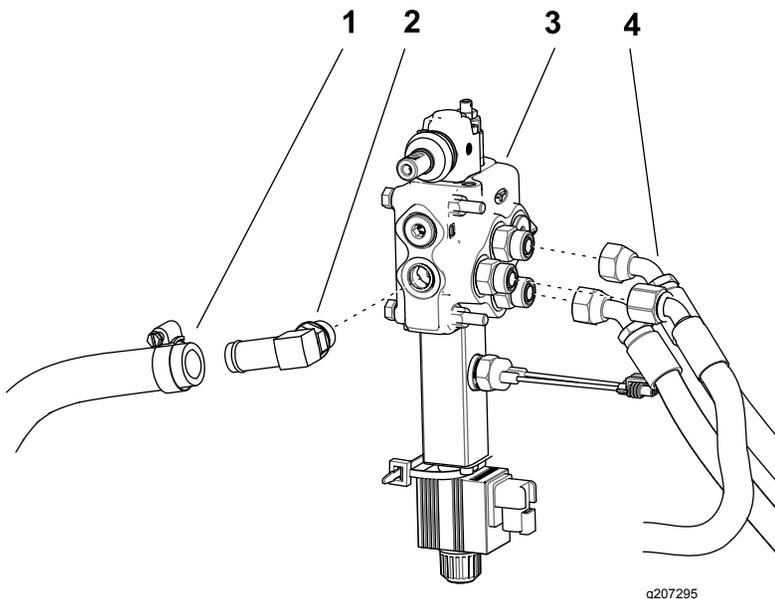

Bild 16
5. Befestigen Sie den Krümmer im Anschluss an der Rückseite des Hilfsventils (Bild 16).
7. Nehmen Sie den Stöpsel vom Rücklaufschlauch ab und befestigen Sie den Schlauch mit der Schlauchklemme am Krümmer (Bild 16).